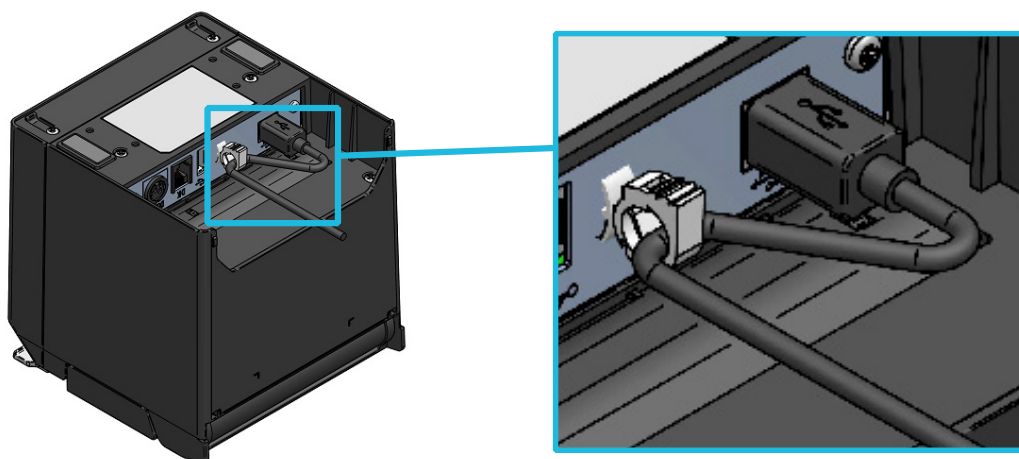
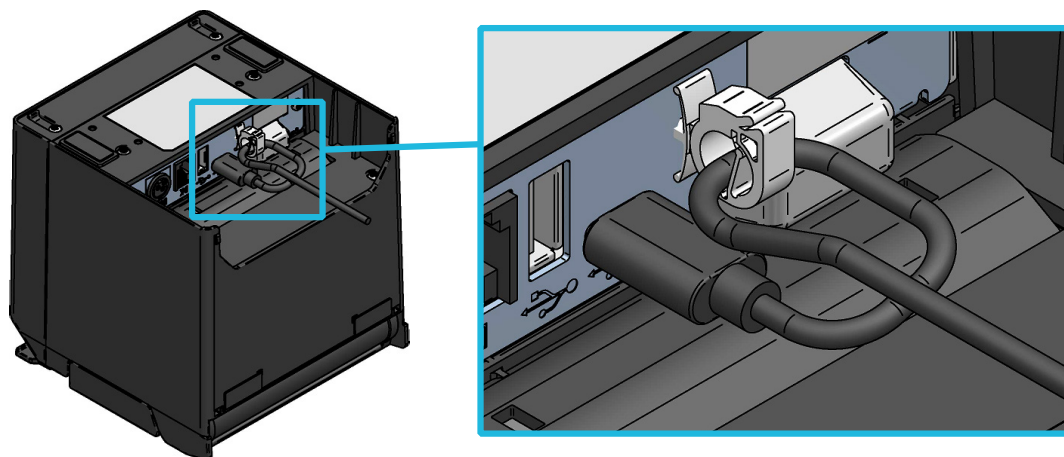

図 12-2 プリンタとUSBケーブルのロック
図 12-4 プリンタとUSB Type-Cケーブルのロック
- ① プリンタの電源がオフになっていることを確認してください。
- ② ご使用になるインタフェースのケーブルを、プリンタ背面のインタフェースコネクタに接続してください。（USBケーブルを接続した場合は図 12-2、USB Type-Cケーブルを接続した場合は図 12-4のようにワイヤクリップでケーブルをロックしてください。）
- ③ プリンタの電源スイッチをオンにして、ホスト装置からプリンタにデータを送信してください。
- ④ データが正しく印字されていることを確認してください。